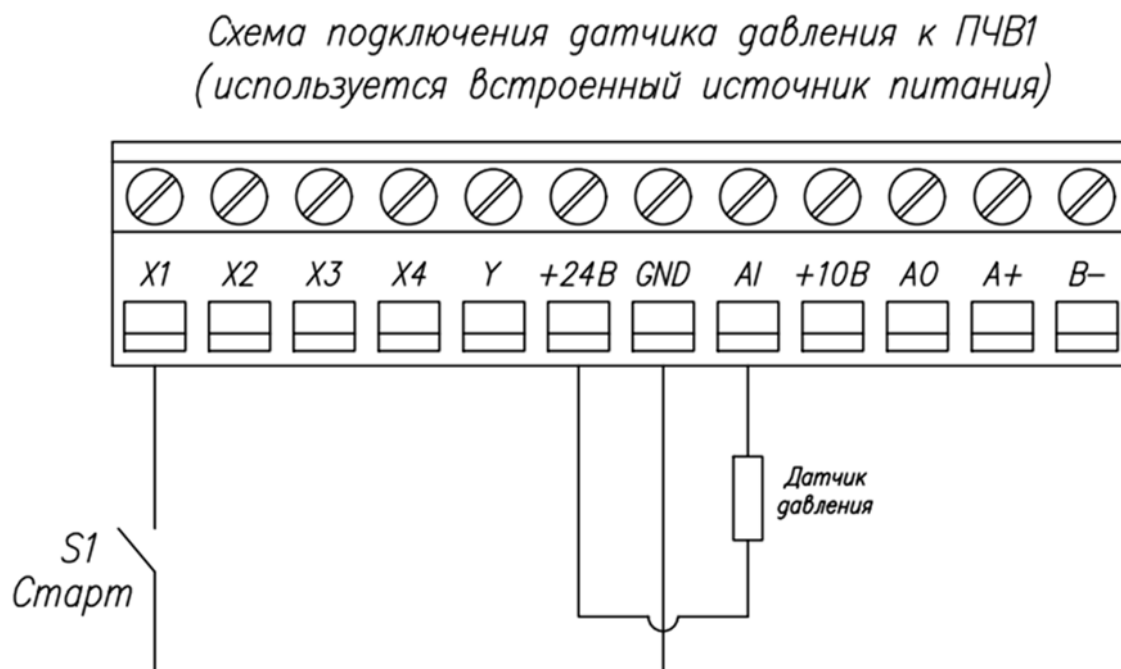

Рисунок 2. Схема подключения датчика давления к ПЧВ (используется встроенный источник питания)
- С использованием внутреннего источника питания (Рис. 2).